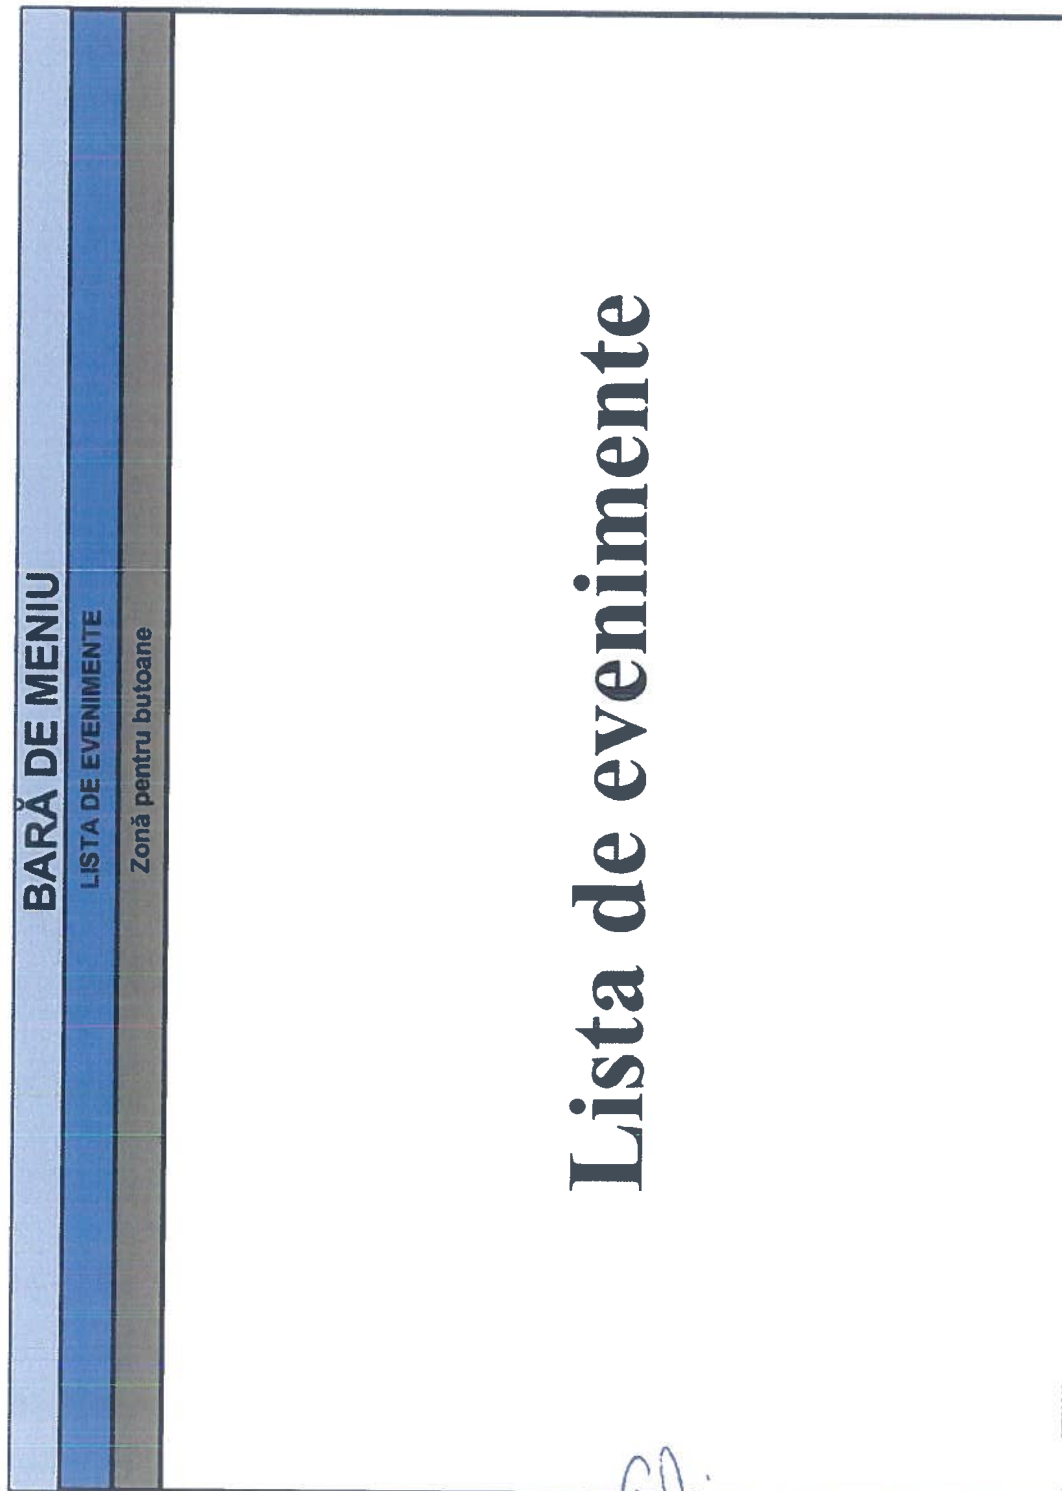

Fig. 8.27
8.14. Ecranul listei de evenimente (Fig. 8.27)